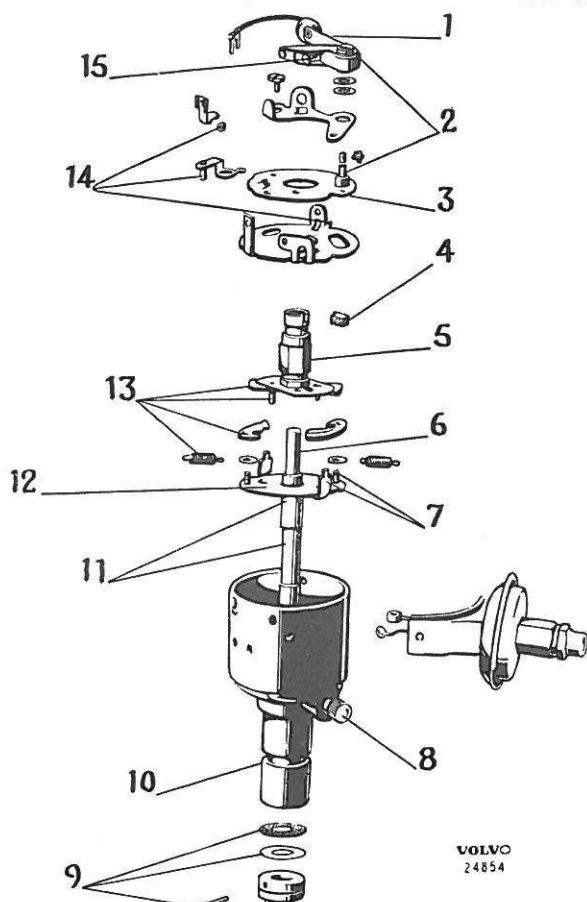

Figure 75. Schéma de graissage de l'allumeur (lubrifiant Bosch ou similaire)
2. blocage. Concernant le graissage, voir figure 75.